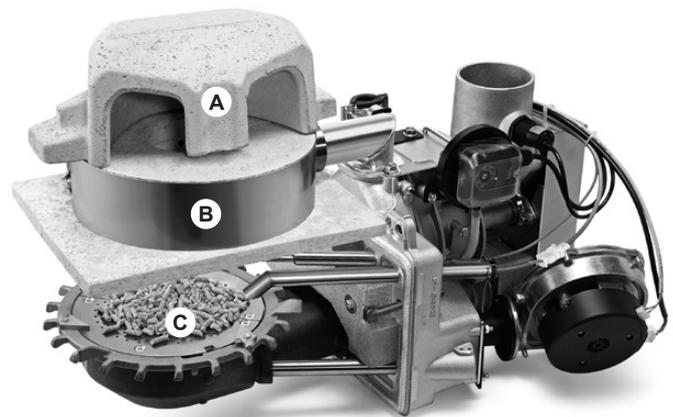

Fig. 11
4. Pulire l'anello di combustione secondaria (B, Fig. 11) incluse le bocchette d'aria e controllare la guarnizione del tubo dell'aria secondaria
5. Pulire il separatore di polveri (A, Fig. 11)